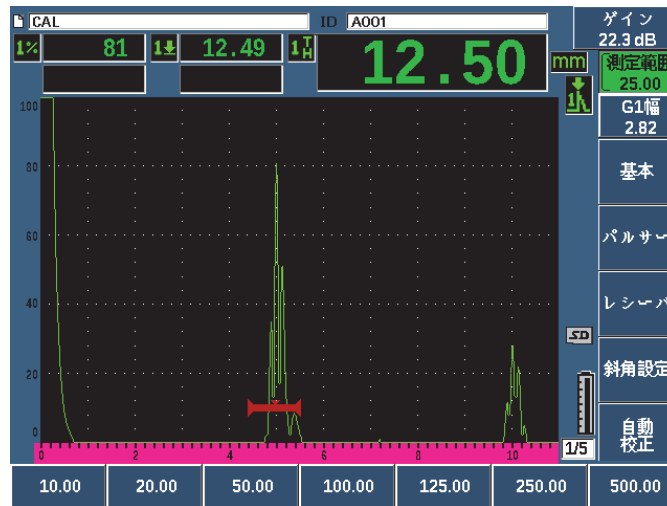

図 3-17 測定範囲の値
- 測定範囲を押して、スクリーンレンジを希望の設定に調整します（79 ページの図 3-17 参照）。